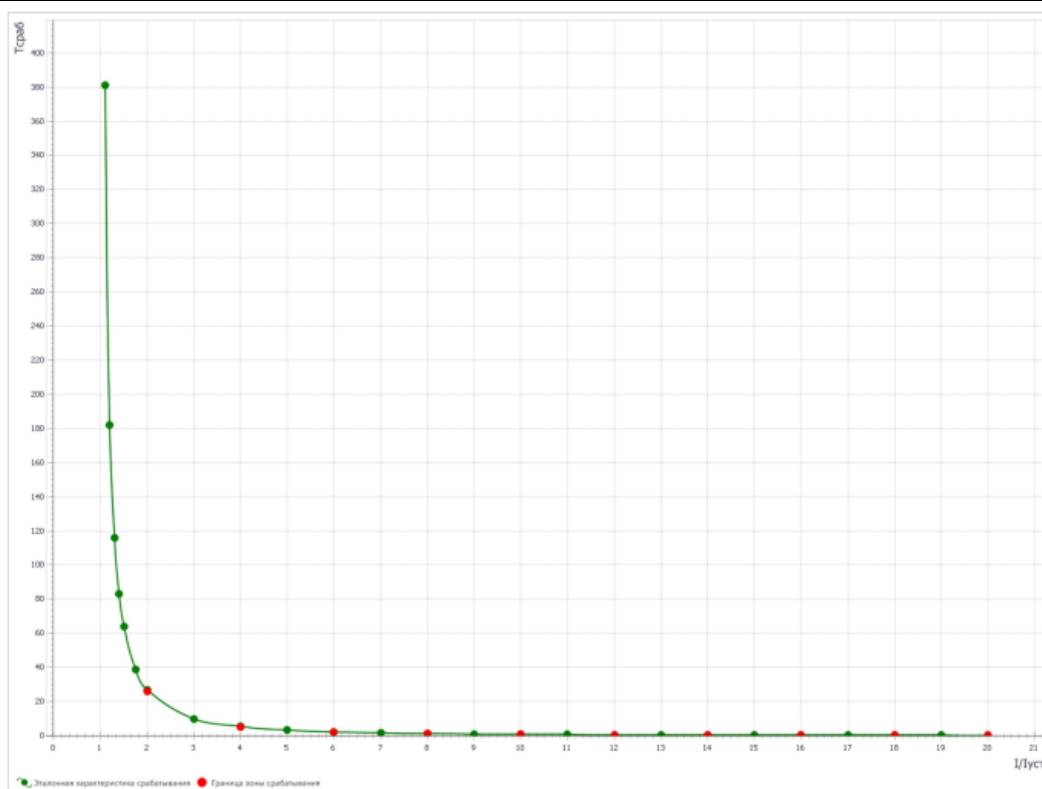

Рисунок 3.42 – Характеристика погрешности порога срабатывания ИО
- Рисунок с изображением характеристики погрешности порога срабатывания ИО (Рисунок 3.42);